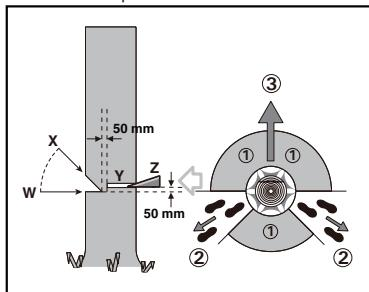

Figura 1
Prima di iniziare l'operazione di abbattimento di un albero si deve predisporre una via di fuga che sia agibile in caso d'emergenza e, se necessario, se ne dovrà preparare una. La via di fuga deve essere tracciata alle spalle dell'operatore e diagonalmente rispetto alla linea di caduta dell'albero, come illustrato nella Figura 1.
Praticare un intaglio pari a 1/3 del diametro, come illustrato nella Figura 1. Eseguire prima l'intaglio a tacche inferiore orizzontale (W). Questa procedura consente di evitare che la catena della sega oppure il binario di guida possano imanare incastrati quando ci si accinge ad eseguire il secondo intaglio a tacche (X).
Praticare il taglio di abbattimento almeno (Y) 50 mm sopra l'intaglio direzionale orizzontale, come illustrato nella Figura 1. Eseguire il taglio di abbattimento in posizione parallela rispetto all'intaglio a tacche orizzontale. Eseguire il taglio di abbattimento con una profondità tale da far rimanere soltanto una striscia ritagliata (striscia di abbattimento) che possa fungere da cerniera. La striscia ritagliata ha la funzione di impedire che l'albero possa girare su se stesso e cadere nella direzione sbagliata. Non tagliare mai completamente la striscia ritagliata.